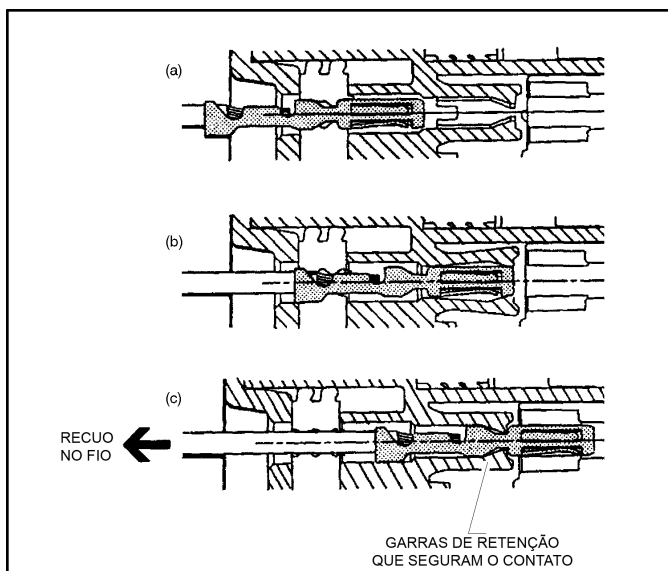

Figura 7-7. Montagem do conector (2 de 4)
1. Para inserir um contato, empurre-o para dentro da cavidade do circuito apropriado até ele parar (veja a Figura 7-7. Montagem do conector (2 de 4)).
2. Puxe o fio de contato com uma força de 0,450 ou 0,900 kg para ter certeza de que as garras de retenção estejam prendendo o contato (veja a Figura 7-7. Montagem do conector (2 de 4)).